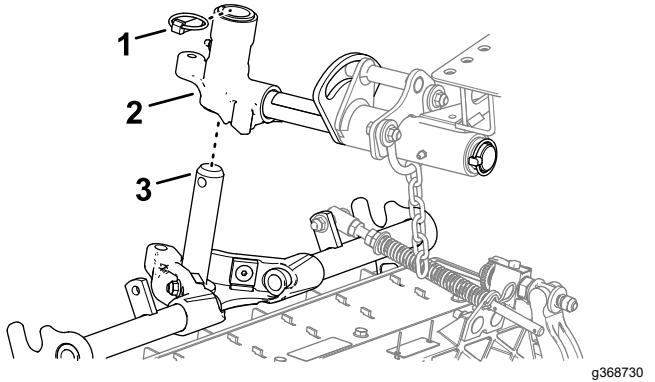

Figure 26
- Glissez une unité de coupe sous le bras de levage (Figure 26).